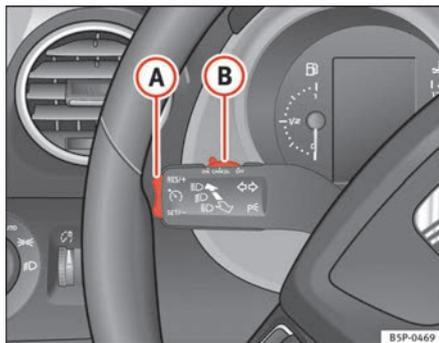

Fig. 148 Alavanca dos indicadores de direcção e interruptor basculante para o regulador de velocidade
- Quando se tiver alcançado a velocidade que se quer programar, premir brevemente a parte inferior do botão basculante **SET/-** ⇒ fig. 148 **A** uma vez.